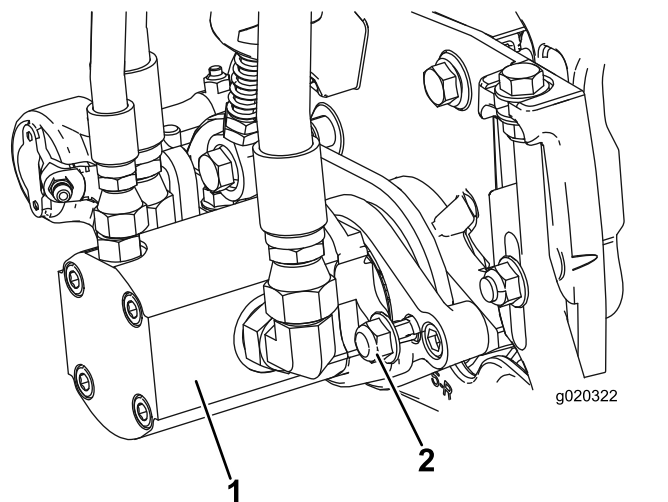

図 13
17. モータを右にひねってモータフランジのロックナットをかわしながらモータを取り付ける **図 13**。モータを左にひねってフランジをナットに噛み込ませてセットし、ナットを締め付けて固定する。